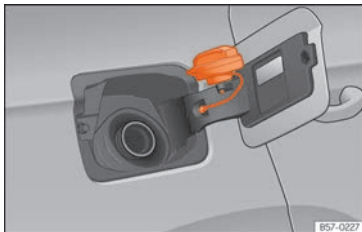

Abb. 59 Tankklappe mit aufgestecktem Tankverschluss.
- Platzieren Sie den Verschluss in der Aussparung, die sich im Scharnier der geöffneten Tankklappe befindet »» Abb. 59.